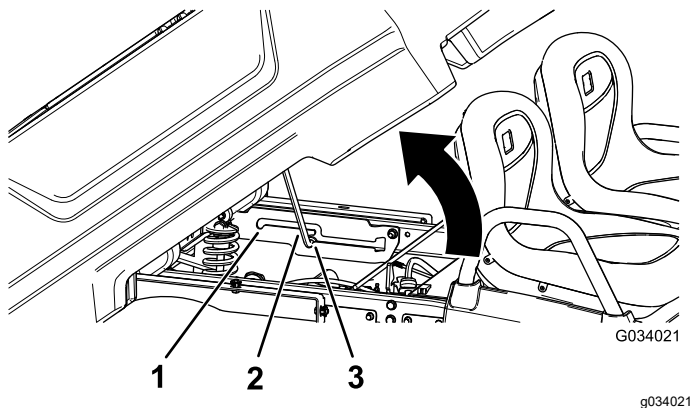

Figura 22
2. Tire de la varilla de sujeción hasta la ranura de retención de la posición de volcado para fijar la plataforma antes de volcar la carga (Figura 22).
2. Tire de la varilla de sujeción hasta que entre en la ranura de retención de la posición de servicio, para afianzar la plataforma mientras se realizan tareas de mantenimiento (Figura 22).
2. Extraiga la varilla de sujeción de la muesca de la ranura (Figura 22).